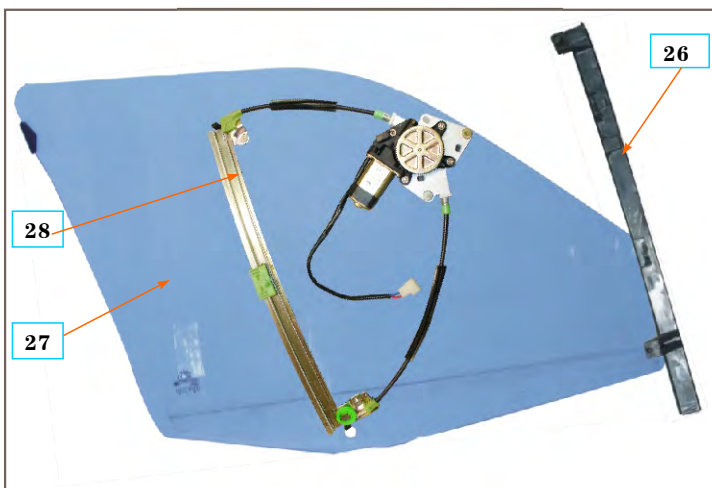

图10-51 车门玻璃升降器分解图
⑬玻璃升降器及玻璃分解图：玻璃槽架26、玻璃27、玻璃升降器28。（如图10-51所示）。